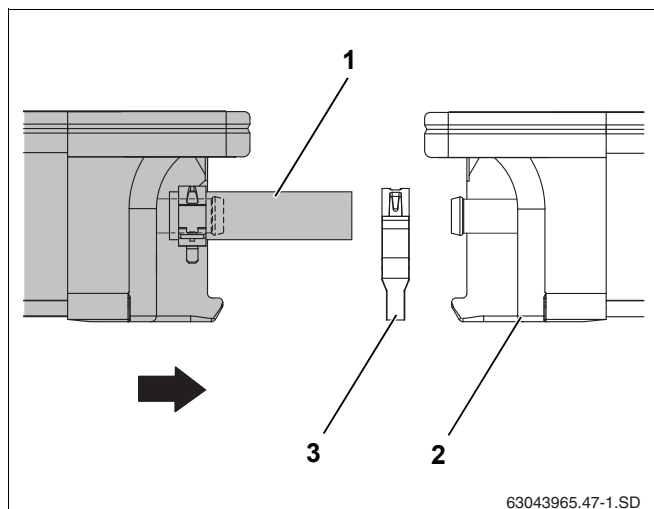

Рис. 49 Придвинуть второй коллектор к первому
- ▶ Установить второй коллектор с предварительно смонтированными шлангами (рис. 49, **поз. 1**) на профильные рейки, при этом он должен встать в крепления от сползания.
- ▶ Надеть второй пружинный хомут (рис. 49, **поз. 3**) на шланг солнечного коллектора.
Придвинуть второй коллектор к первому (рис. 49, **поз. 2**) так, чтобы шланги наделись на левые штуцеры первого коллектора.